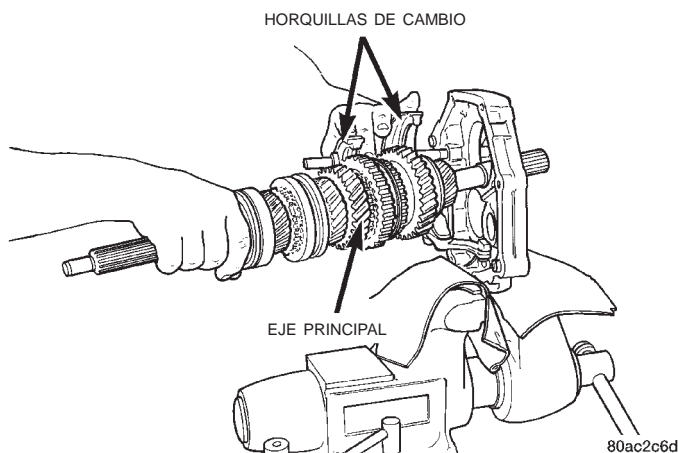

Fig. 63 Desmontaje del eje principal
(17) Retire el eje principal moviéndolo hacia adelante hasta que el cojinete trasero del eje principal se separe de la placa intermedia, y a continuación girando hacia abajo el eje principal, sacándolo de las horquillas de cambios (Fig. 63).